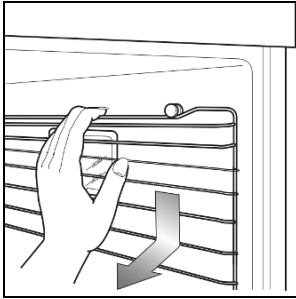
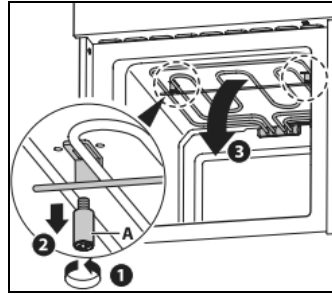
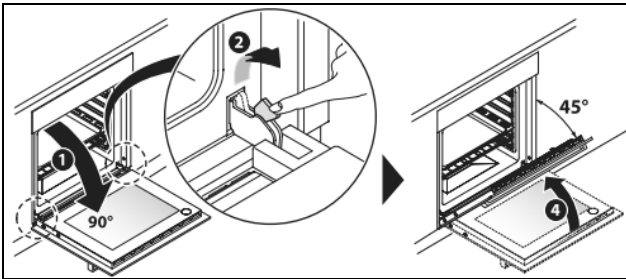

Abb. 6
Abb. 7
Abb. 8
Zur einfachen Reinigung des Gerätes können die Auflageschienen herausgenommen (Abb. 6), das Heizelement oben abgesenkt (Abb. 7) und die Heißluftofentür abgenommen (Abb. 8, 9) werden. Beachten Sie die folgenden Abbildungen und Hinweise.
Heißluftofentür abnehmen (Abb. 8, 9)
- Entfernen Sie die Auflageschienen (Abb. 6).